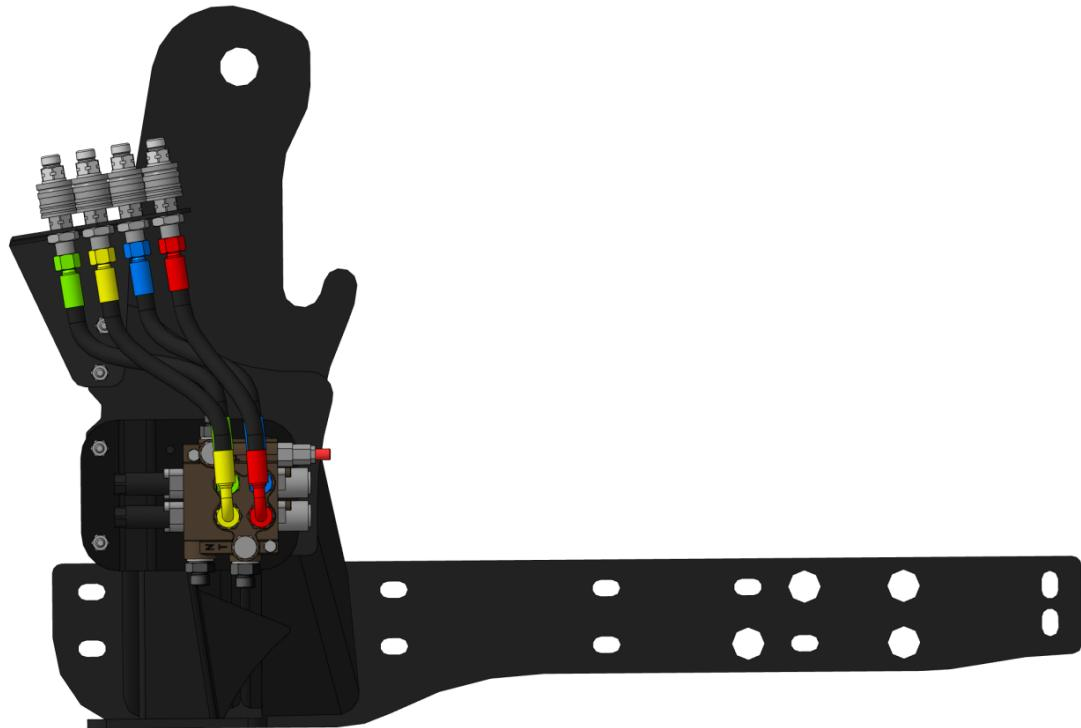

Рисунок 2.4
2.2.2.7 Присоединить 4 РВД питания гидросистемы погрузчика угловыми концами с гайкой M20x1,5 к адаптерам и переборочным, ввернутым в рабочие порты гидрораспределителя (рис. 2.4). Прямые концы с гайкой M20x1,5 РВД питания гидросистемы погрузчика навинтить на ранее установленные муфты БРС.